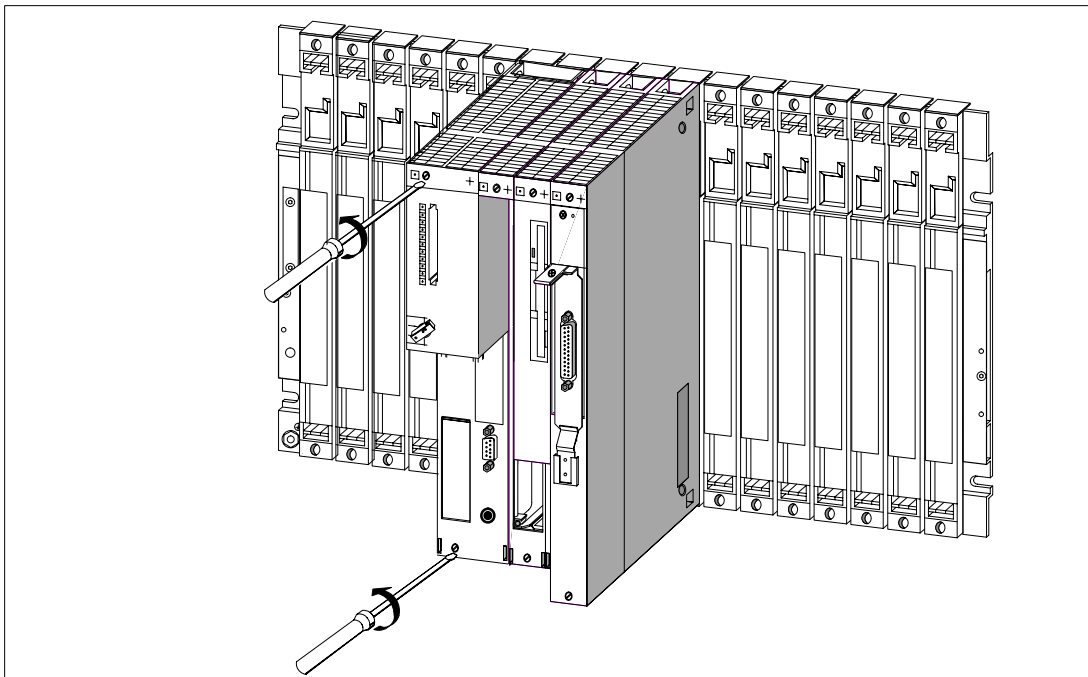

Figure 8-23 Dévissage d'un module
6. Dévissez les vis de fixation de tous les modules du groupe de modules. La figure 8-23 montre la position des vis de fixation sur un module.